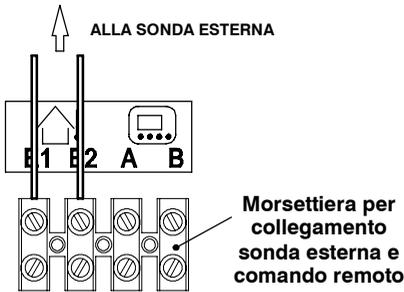

fig. 5.16
- Collegare ai morsetti **E1** e **E2** della morsettiere i due conduttori elettrici come indicato in fig. 5.16